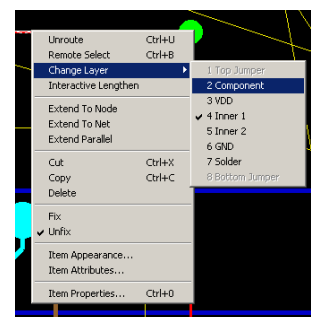

Рис. 14. Контекстное меню редактирования сегмента проводника.
10. В появившемся контекстном меню в разделе Change Layer выберем команду Component (рис. 14).